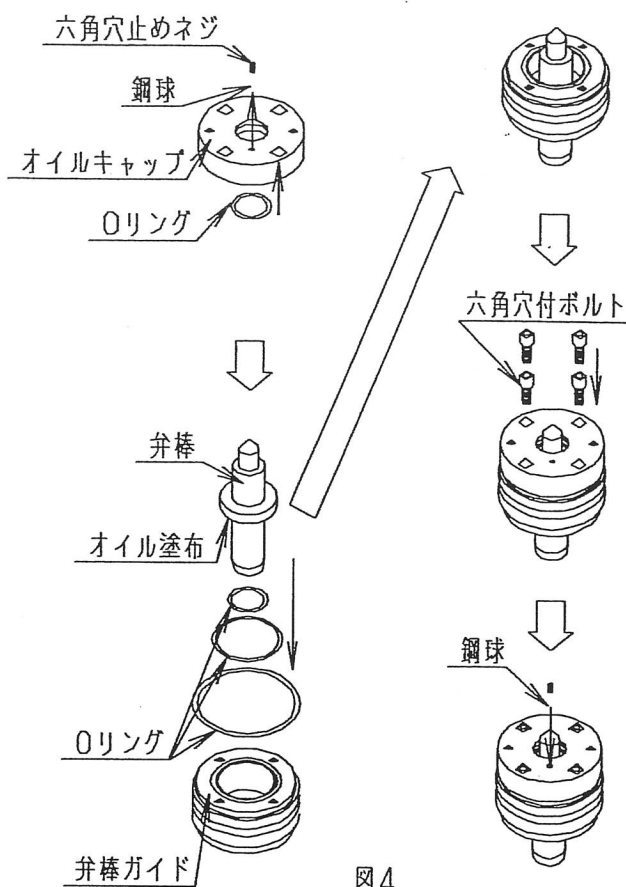

図4
- ⑥ 取外した部品は、きれいに洗浄し、摩耗・破損等を確認してください。また、組立の際Oリングやバックアップリングは新品に交換してください。
- ⑦ オイルダンパ部の組立はOリングを取付け、弁棒のツバの裏面にオイルを塗布し、弁棒ガイドの奥まで入れオイルを充満させます。次にオイルキャップの六角穴付止めねじを緩め奥の鋼球を外してから、オイルキャップを弁棒ガイドに乗せ、六角穴付ボルト(M5)を締込み量の約8分目まで均等にねじ込みます。オイルキャップの鋼球部穴からオイルが出てきたことを確認後、鋼球を入れ六角穴付止めねじを締め、六角穴付ボルト(M5)を均等に締めます。ここで使用するオイルは、JIS K2219 ギヤ油工業用 1種 VG 100 相当品を使用してください。(図4)